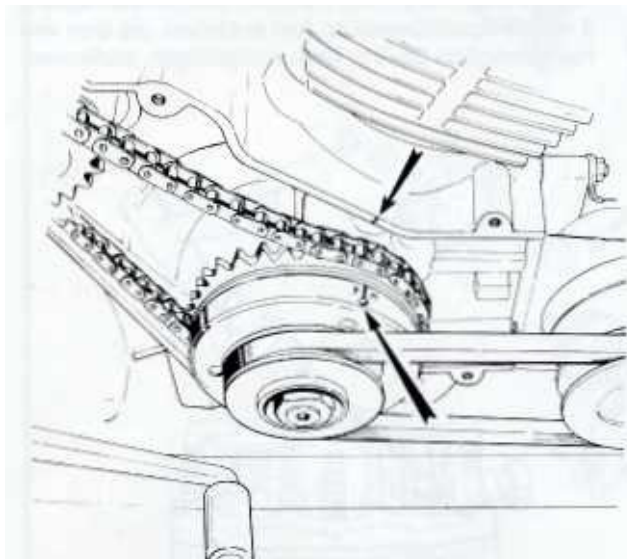
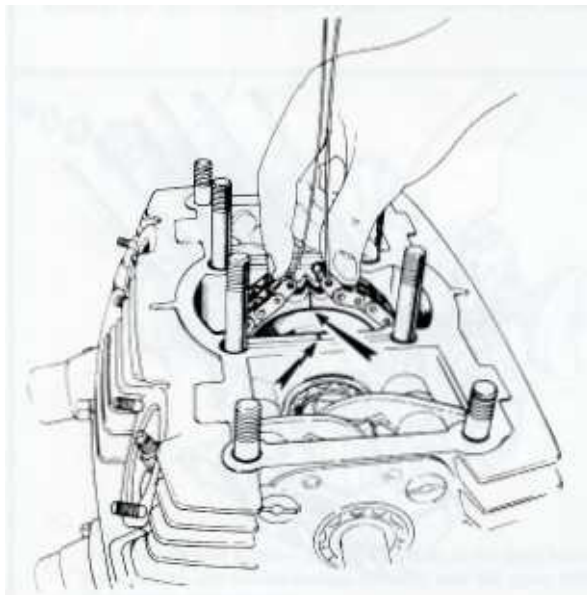

Bild 89
Bild 90
- Beide Enden der Steuerkette festhalten und die Kurbelwelle so drehen, dass die Marke PM am Anlasserfreilauf der Gehäusemarke gegenüberliegt (Bild 89). Eventuell muss man die Steuerkette lockern, damit die Kurbelwelle frei gedreht werden kann; dazu muss der Zylinder genau senkrecht stehen. Die Kettenenden nicht loslassen. Mit einem Helfer den Zylinderkopf vorsichtig aufsetzen und gleichzeitig die Steuerkette an den Drähten in den Zylinderkopf einziehen und um das Kettenrad legen. Den Zylinderkopf auf die Dichtung auflegen. Das Kettenrad der Nockenwelle so drehen, dass die Strichmarke an der rechten Seite mit der Gehäusemarke fluchtet, jedoch ohne die Steuerkette zu bewegen (Bild 90). Die Enden der Steuerkette so auf das Kettenrad legen, dass sie nur noch durch einen einzigen Zahn getrennt sind, der dann mit dem Kettenschloss überbrückt wird. Falls sich die Kettenenden nicht genügend nähern lassen, liegt der Zylinderkopf nicht richtig auf: er kann mit einem Huthammer hinuntergeklopft werden. Den Kettenschacht sofort mit Lappen verschliessen, damit keine Teile hineinfallen können. Das Kettenschloss mit dem geschlossenen Ende der Schliessfeder in Laufrichtung einsetzen (Bilder 91, 92). Den Kettenspanner mit einer neuen Dichtung und sparsam aufgetragener Dichtmasse einbauen. Die Einstellschraube so locker als möglich einstellen. Die Einstellung der Ventilsteuerung nochmals prüfen: während die Marke am Anlasserfreilauf der Kurbelgehäusemarke gegenüberliegt, muss die Marke am Kettenrad der Nockenwelle der Marke am Zylinderkopf gegenüberliegen.